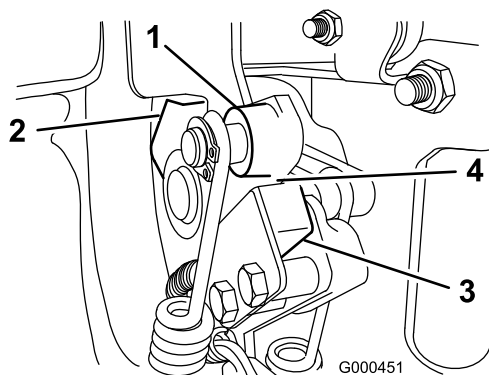

図 28
2. 走行レバーを、ニュートラル・ストップに接触させる（図 28）。
3. スイッチ（図 28）を固定しているネジをゆるめる。
4. 走行レバーとスイッチ（図 28）の間に0.8 mmのすきまゲージをはさむ